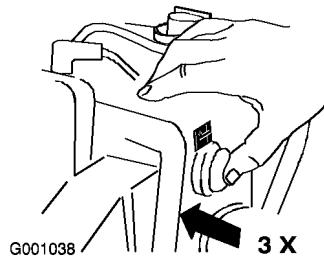

Figure 29
- Appuyez fermement à 3 reprises sur l'amorceur avec le pouce, en marquant une pause d'une seconde chaque fois (Figure 29).